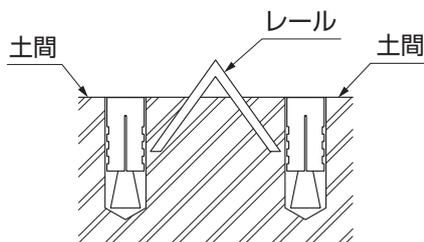

図15-8
- 脱輪防止部品セットを取付ける土間は、レールを挟んで左右が水平であることを確認してください。(図15-8参照)